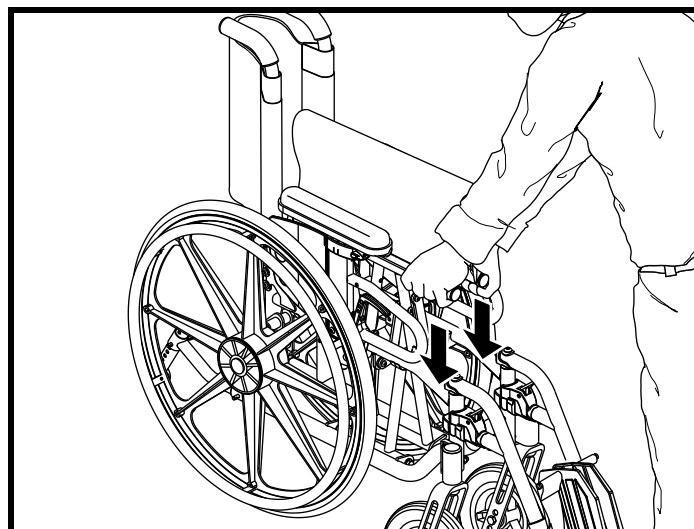

Figure 7. Pour ouvrir le Litestream XF LTD RQ
2. Placez vos paumes de mains sur les longerons de la croix. Voir la figure 7.
3. Tenez la base du siège par son centre à l'avant et à l'arrière. Voir la figure 7.